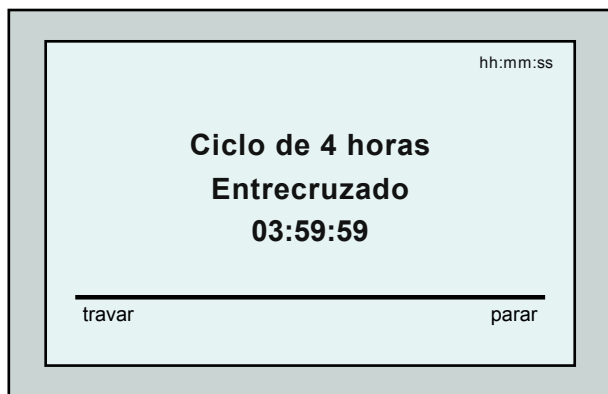
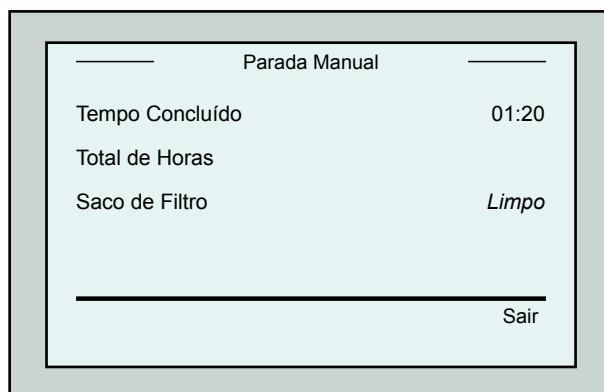

Figura 4: Ecrã Countdown para sessão de 4 horas
Figura 5: Ecrã Parada Manual
O robô começa seu ciclo de limpeza e o MMI exhibe o ecrã Contagem Regressiva (Figura 4):
No ecrã *Contagem Regressiva*, pressione **Travar** (Figura 4).
- A partir do ecrã *Contagem Regressiva* (Figura 4), pressione Parar. O ecrã do MMI exhibe a mensagem: Stopping robot – please wait (Parando o robô. Aguarde.). Após 5 segundos, o ecrã *Parada Manual* é exibido (Figura 5).